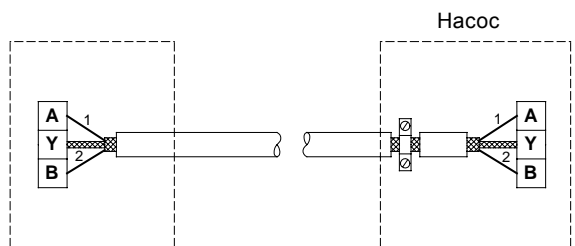

Рис. 8 Подключение 2-жильного экранированного кабеля
- Если при установке старого насоса применялся экранированный 2-жильный кабель, подключение должно быть произведено, как показано на рис. 8.